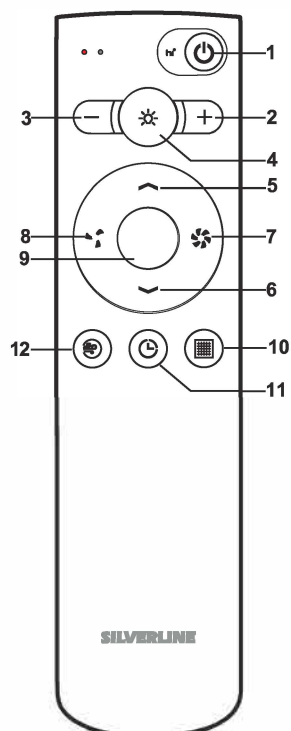

Fig. 42
- Tryk på Air Clean Silver Fresh) og pil op knappen på samme tid i 3 sekunder. (Fig. 42/4).
- Tryk på plus (+) og minus (-) knappen på samme tid i 3 sekunder. (Denne indstilling vil slette enheden i fjernbetjeningen, du skal gentage parrings instruktionerne for at kunne oprette forbindelse igen). (Fig. 42/2)
- Tryk på plus (+) og minus (-) knappen på samme tid i 3 sekunder. (Denne indstilling gør det muligt at slette fjernbetjeningen inde i enheden, du skal gentage parrings instruktionerne for at oprette forbindelse igen). (Fig. 42/6)
- Tryk på knappen til Air Clean (Silver Fresh) og fedtfilter knappen på samme tid i 3 sekunder. (Fig. 42/3).
Tryk på Air Clean (Silver Fresh) og pil ned-knap på samme tid i 3 sekunder. (Fig. 42/5).
Silverconnect: (Ekstra tilkøb)	Deaktiveres ved at trykke på OK knappen ca 4 sek. Fig. 42
Silverconnect følsomheds justering: (Ekstra tilkøb)	Når Silverconnect er aktiv, skal du trykke på OK- (Fig. 42) knappen 7 sekunder. Når der trykkes på den, går Silverconnect i justerings tilstand . Hver gang der trykkes på OK-knappen ændres følsomheden. Vent 10 sek. for at gemme den valgte indstilling, så gemmes den automatisk.